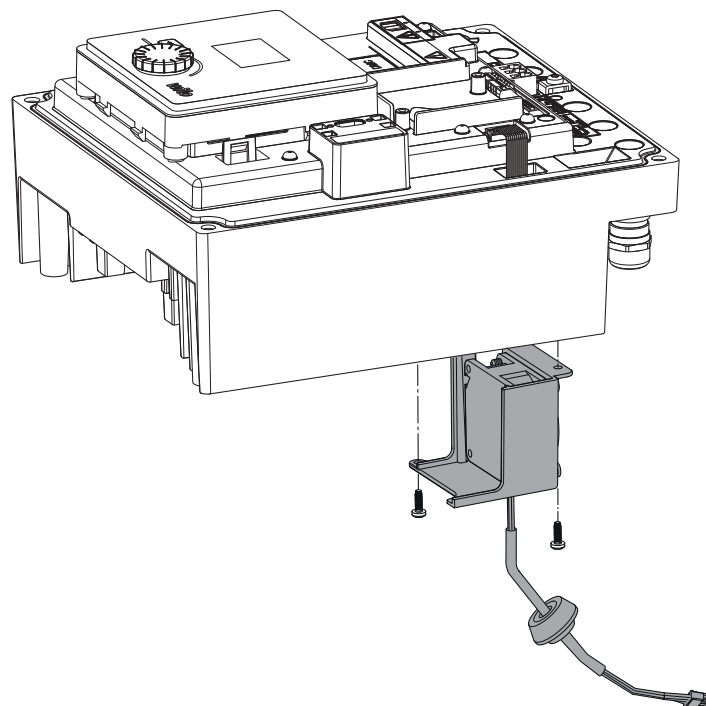

Fig. 45: Moduleventilator incl. kabel en rubberen afdichting verwijderen
- Open de afdekking van de elektronicamodule. (Fig. 45).